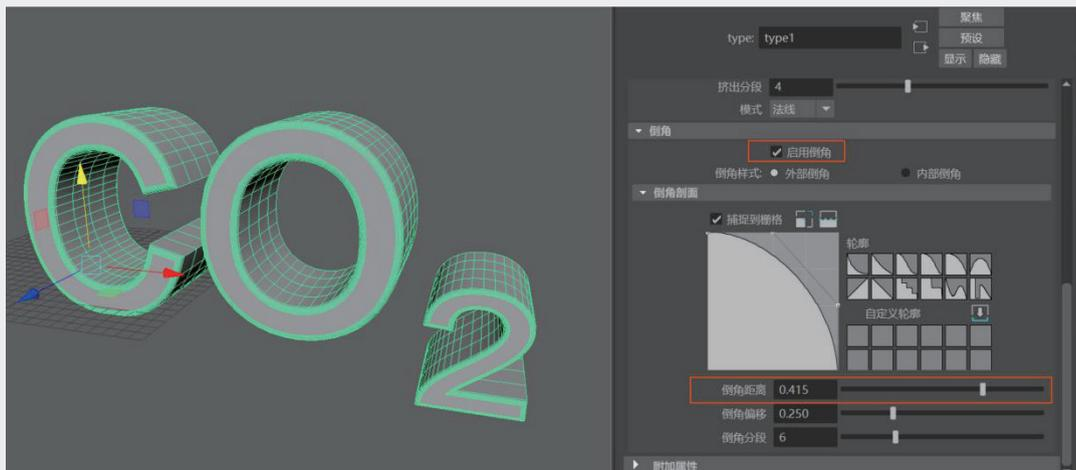

图3-43
**步骤6:** 拖动type1选项卡的滚动条, 查看更多参数设置。进入“倒角”展卷栏, 选中“启用倒角”复选框, 设置“倒角距离”值为0.415, 让文字边缘看起来更圆滑、精致, 如图3-43所示。